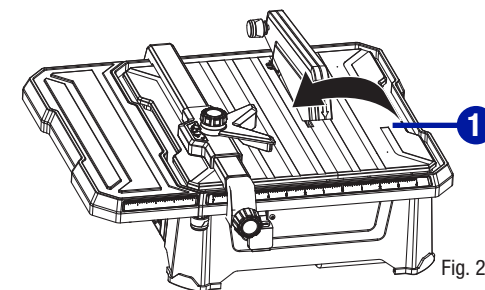

Fig. 22
- Soulevez le guide vertical de 45° (1) d'environ 45° et retirez-le. (Fig. 22)